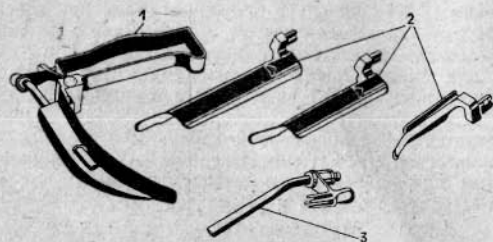
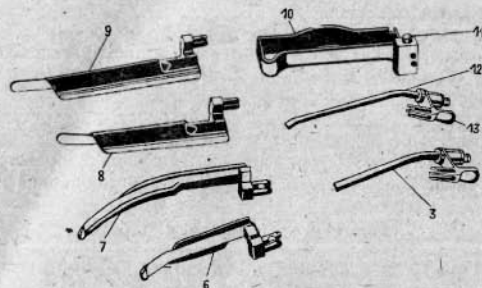

Рис. 1. Ларингоскоп с волоконным световодом без осветителя ЛрВС-1:
Рис. 3. Ларингоскоп в разобранном виде:
3.1. В каждый комплект ларингоскопа ЛрВС-1 (рис. 1) входят:
Ларингоскоп представляет собой комплект узлов, каждый из которых имеет определенное назначение. Прямые клинки 2 (см. рис. 1) используются с прямым световодом 3 (см. рис. 1), изогнутый клинок 7 — с изогнутым световодом 12 (рис. 3). К ручке 10 (см. рис. 3) крепятся световоды и клинки. Форма ручки удобна для работы. Проксимальный конец световода ларингоскопа должен быть вплотную соединен со стекловолоконным кабелем $\varnothing 5$ мм осветителя ОС 100.
5.2. Соедините ручку 10 со световодом с помощью вилки 13 (см. рис. 3).
5.3. Соедините соответствующий клинок с ручкой с помощью кнопки замка 11 (см. рис. 3).